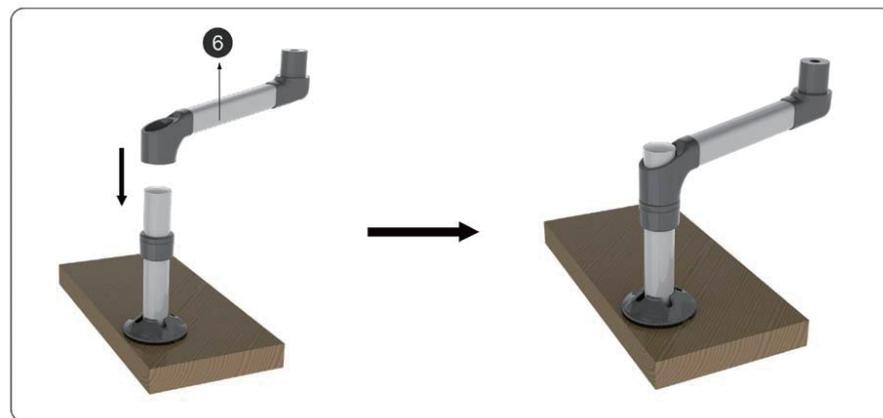

图: 3-1
1、将延伸臂(6)从上到下套入到立柱的定位环上。(如图 3-1)